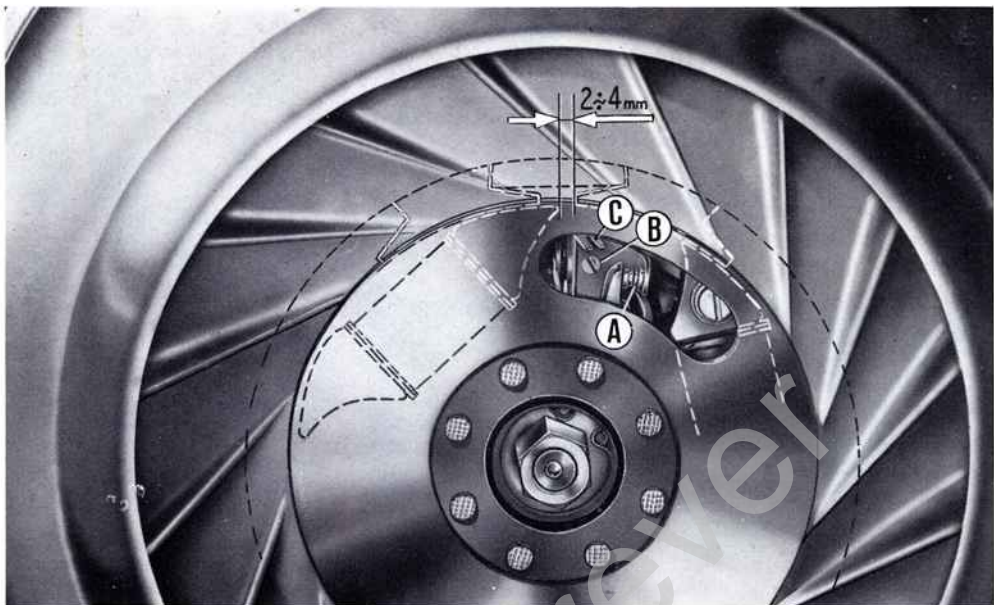

Fig. 18 - Operazioni per il controllo della fasatura magnetica del volano
1) Porre il cambio in «folle»; togliere il tappo in gomma applicato sulla asola del rotore del volano e ruotare a mano il rotore fino a scoprire, attraverso l'asola, il gruppo ruttore (fig. 18).
- 3) - Pulire, e se necessario registrare, le puntine platinato del ruttore (fig. 18). Per evitare inconvenienti o irregolarità all'accensione, si consiglia **far eseguire questa operazione ai Concessionari PIAGGIO.**